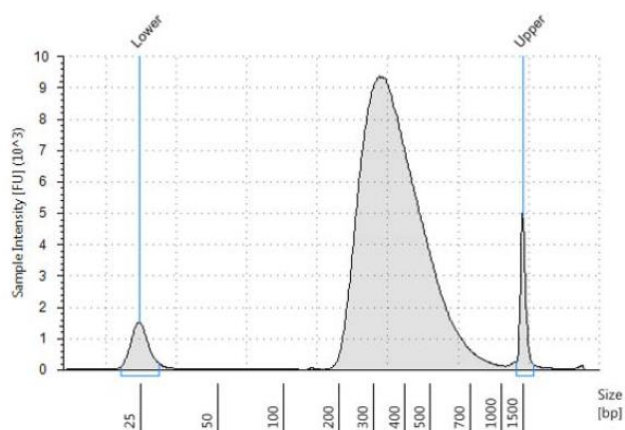
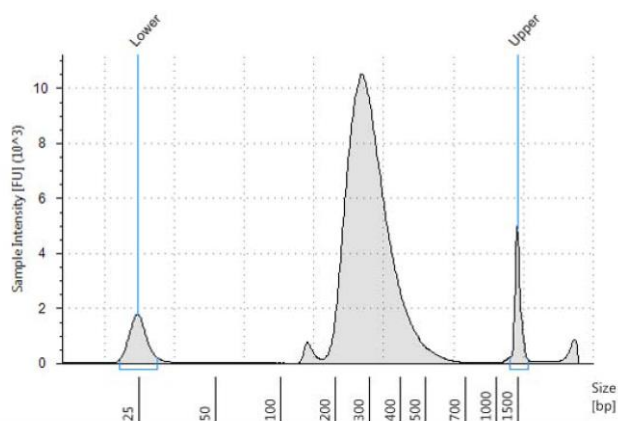
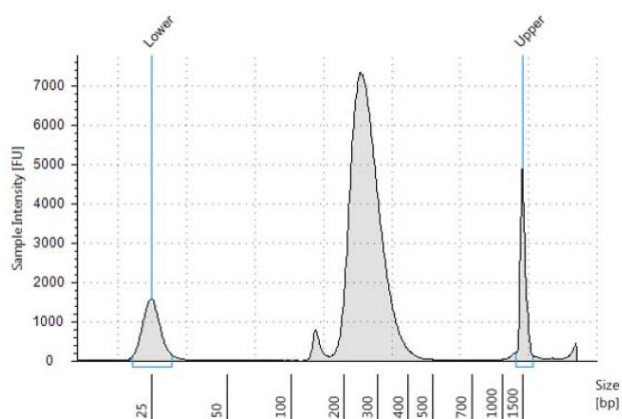

図 6 高品質 gDNA サンプルから調製したキャプチャ前のライブラリの電気泳動図(D1000 アッセイ)
図 7 典型的な FFPE gDNA サンプルから調製したキャプチャ前のライブラリ電気泳動図(D1000 アッセイ)
図 8 低品質 FFPE gDNA サンプルから調製したキャプチャ前のライブラリの電気泳動図
17. 解析終了後、電気泳動図(electropherogram)により、高品質の DNA の場合は約 300-400 bp、FFPE DNA の場合は約 200-400 bp の間に DNA 断片のピークがあることを確認します。電気泳動図の例は図 6(高品質 DNA から調製したライブラリ)、図 7(中程度の品質の FFPE DNA から調製したライブラリ)、図 8(低品質の FFPE DNA から調製したライブラリ)に示されています。
目的とされるピーク以外に低分子領域にピークが生じている場合、アダプターダイマーの存在が示唆されてます。p. 66- p. 67 図 6、図 7、図 8、と同程度に占められている割合が低い場合は、そのライブラリサンプルを用いてターゲットエンリッチメントの工程に進むことができます。その他については p. 132 のトラブルシューティング情報をご参照ください。